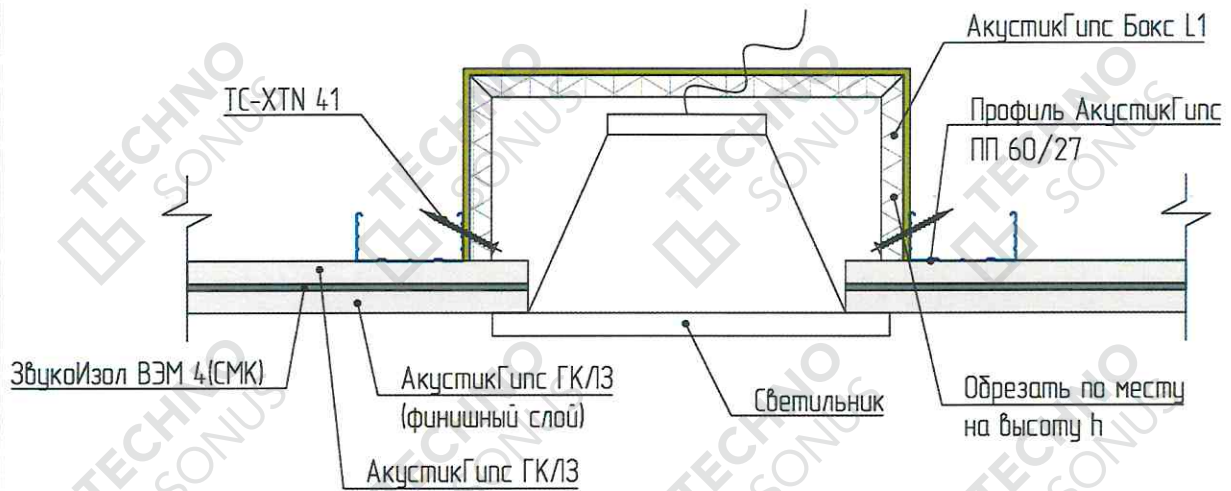

Рисунок 10 – Устройство потолочного светильника в типовые конструкции звукоизоляционных потолков
6.9. Выполнить установку звукоизоляционных ниш под потолочные встраиваемые светильники АкустикГипс Бокс L1 (если предусмотрена проектом именно эта модель) при помощи устройства переемычек-закладных из профиля направляющего АкустикГипс Профиль ППН 28x27 (см. рисунок 10). Перед установкой АкустикГипс Бокс L1, в коробе необходимо просверлить отверстие диаметром больше сечения провода на 5 мм. Через него заводим провод и фиксируем к закладным на саморезы ТС-ХТН 3,9x41. Важно установить АкустикГипс Бокс L1 в одну плоскость с каркасом. После установки заполняем отверстие вокруг провода виброакустическим герметиком Сонетик. Устройство акустических ниш под трековые светильники отображено на рисунке 9. Все элементы коммуникаций, проходящих через облицовку звукоизоляционного потолка, должны быть герметизированы с помощью виброакустического герметика Сонетик Акрил после сборки системы. Если предполагается отделка поверхности панельными материалами или натяжным потолком, то возможно использование виброакустического герметика Сонетик Силикон.